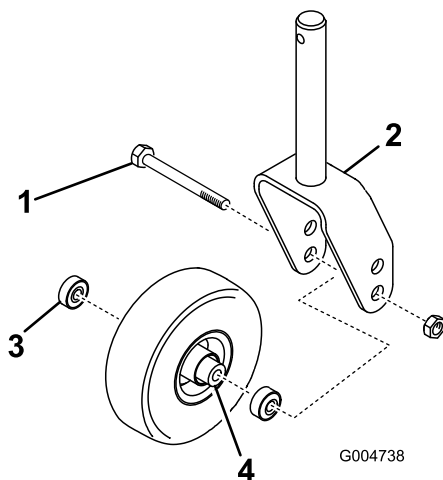

Bild 98
1. Entfernen Sie die Sicherungsmutter von der Schraube, mit denen das Laufrad in der Mitte der Laufradgabel oder am Laufradgelenkarm (Bild 98) befestigt ist. Halten Sie das Laufrad fest und schieben die Schraube aus der Gabel oder vom Gelenkarm ab.
2. Entfernen Sie das Lager aus der Radnabe und lassen das Lagerdistanzstück herausfallen (Bild 98). Entfernen